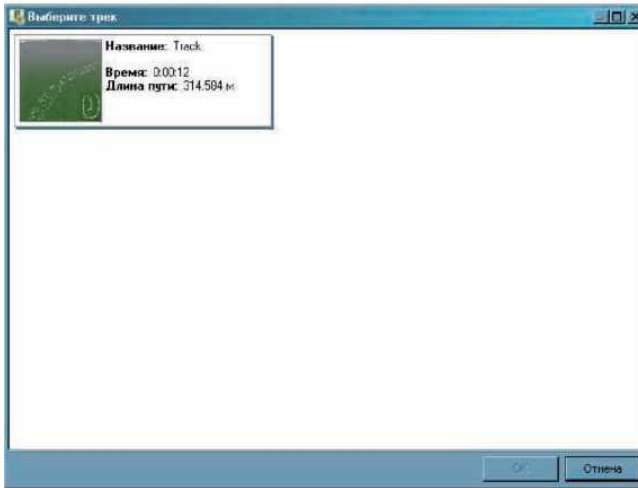

Рис.25. Меню «Выберите трек»
1. Выберите элемент меню *Запись* - *Проиграть трек*. Откроется диалоговое окно (рис. 25):